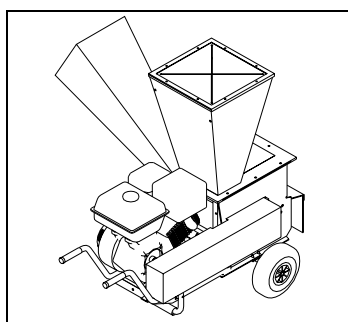

Fig. 15
- Démontez le carter des courroies de transmission comme indiqué fig. 15.